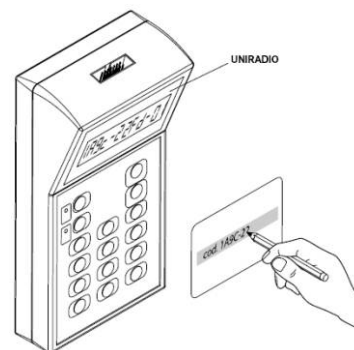
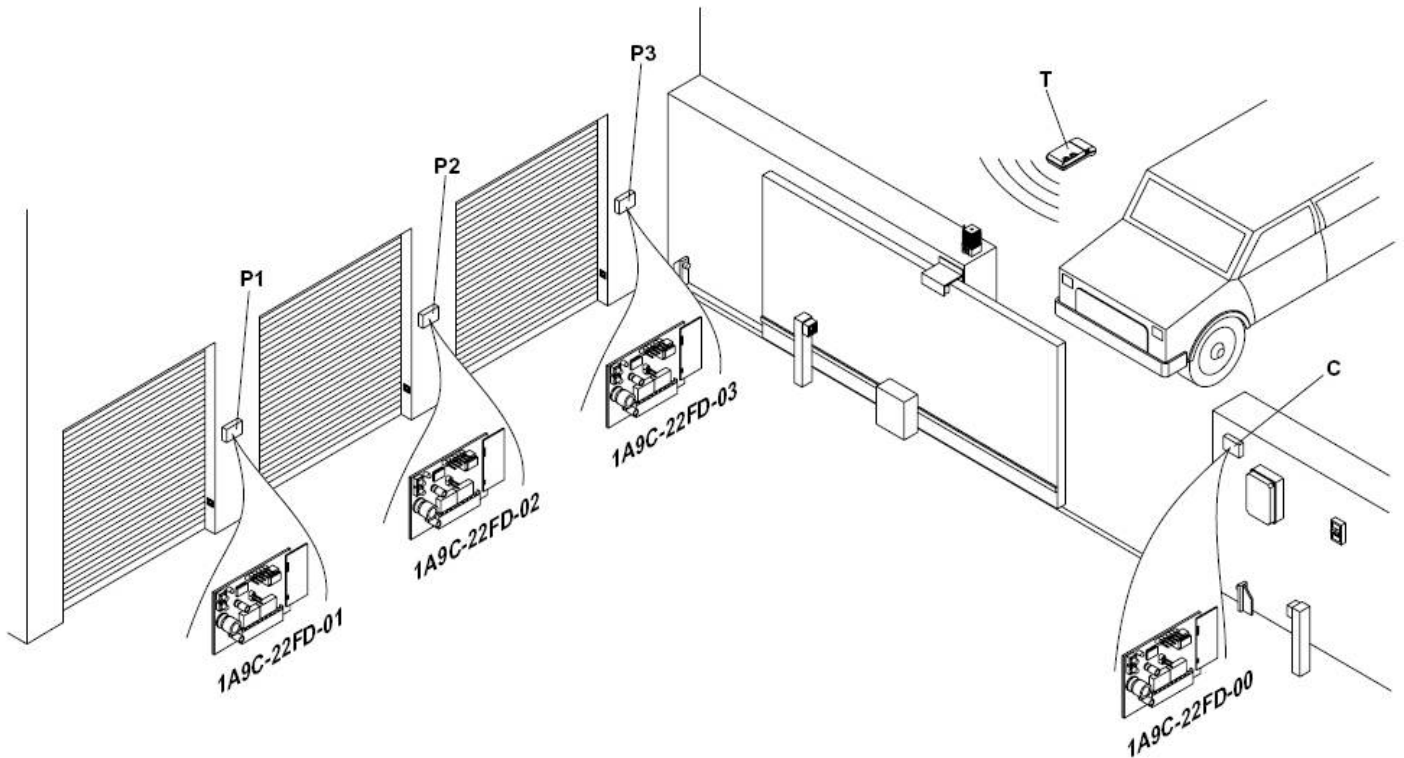

рис. 5
рис. 6
После считывания кода-ключа советуем записать его на специальной карточке пользователя (рис. 5).
После считывания кода-ключа советуем его записать на специальной бирке, прилагаемой к пульту (только для пультов MITTO) и вручить пользователю (рис. 5). Для создания клонов обратитесь к инструкции UNIRADIO или, для создания дополнительных пультов, следуйте указаниям:
С помощью программатора UNIRADIO можно организовывать коллективные установки. Например, возможно управлять с одного пульта «коллективным приемником» (реф.»С», рис. 5), и приемником «частным» (реф. РХ, рис.6).
Если вам требуется установка, аналогичная рис.6, для этого необходимо передать коллективный код с приемника «С» (например 1A9C-22FD-00), затем передать на частные приемники тот же код с возрастающими последними цифрами (01, 02, 03 и т.д.).
6) Подключите программируемый приемник как показано на рис.5
Номер передаваемого кода, выбранного на усмотрение пользователя или установщика, позволит в любой момент создать и клонировать другие пульты д/у. Рекомендуется записать код на специальной бирке и хранить пользователю «частного» приемника (рис.6).